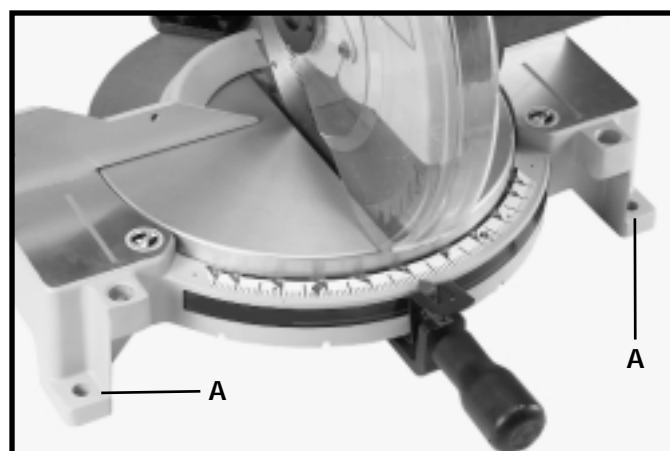

Fig. 9
Avant d'utiliser la scie à ongles composés, assurez-vous qu'elle est bien fixée à l'établi ou à une surface portante. Quatre trous sont prévus, deux desquels sont illustrés par (A) fig. 9, pour la fixation de la scie à une surface portante.